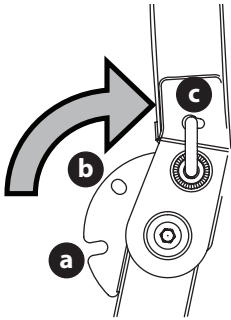

Figure 5
- Placez la structure de protection à la position désirée (Figure 5).
**NOTE :** La structure peut être placée à la position de transport (a), la position de transport avec bac récupérateur (b) ou celle d'utilisation (c) (Figure 5).